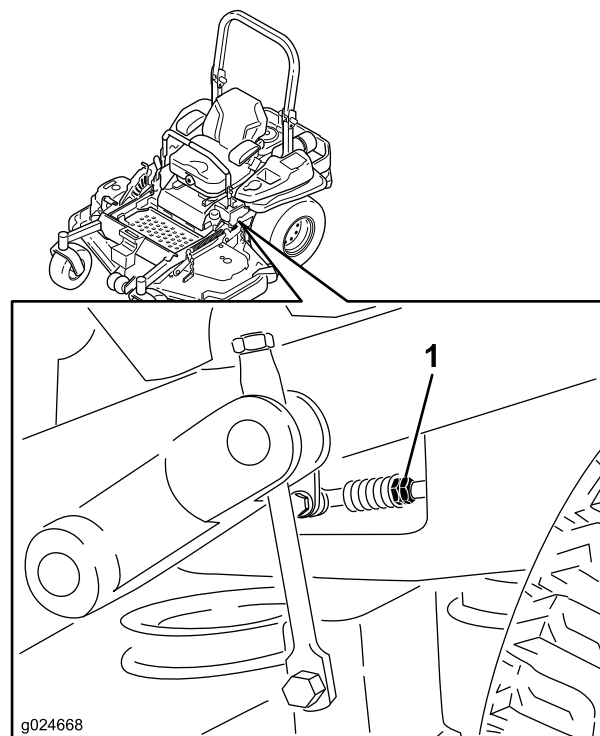

Figura 76
8. Ajuste la longitud de las varillas de control de las bombas girando las tuercas dobles de la varilla en el sentido apropiado, hasta que las ruedas se muevan ligeramente en marcha atrás (Figura 76).